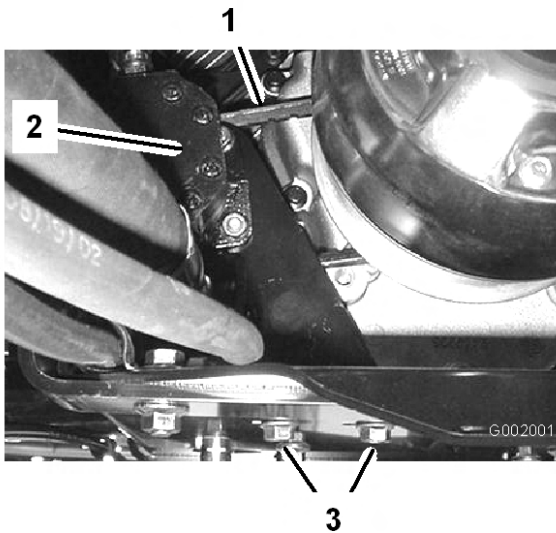

Bild 61
2. Lösen Sie die Befestigungsschrauben der Lenkpumpe (Bild 61).